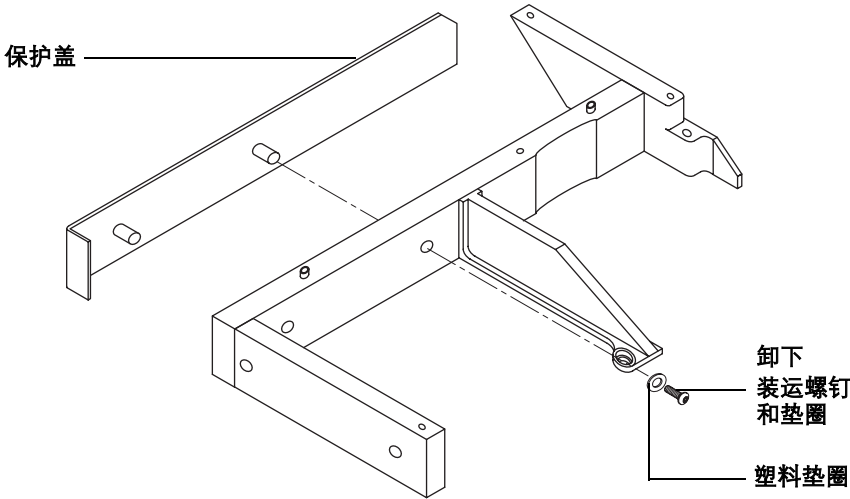

图 10 卸下保护盖
- 1 支架上用螺钉固定的保护盖可在装运期间起到保护支架的作用。卸下一颗螺钉和塑料垫圈，取下保护盖。请参阅图 10。